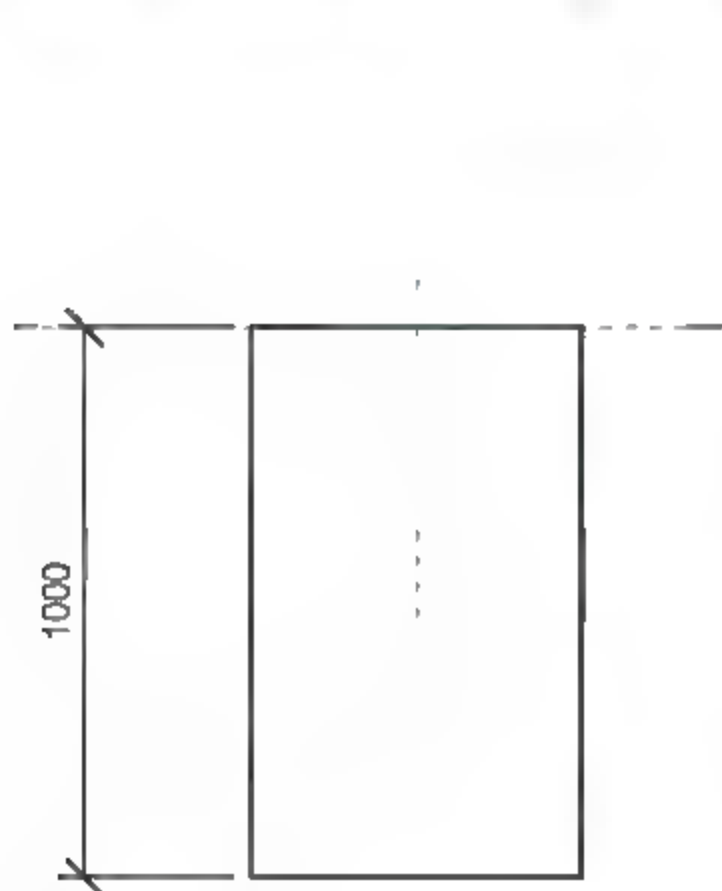
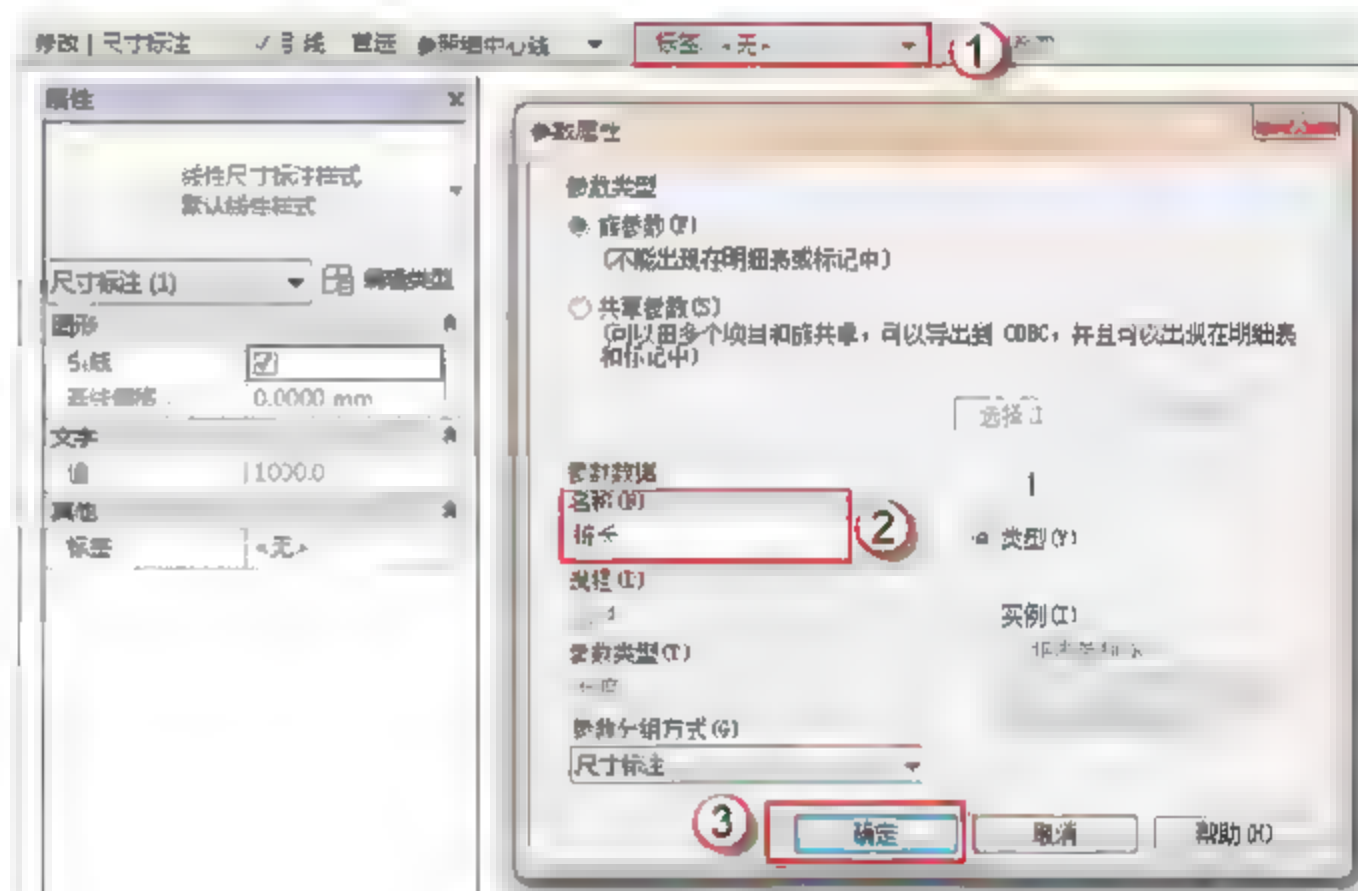

图 2.2.3 标注桩长尺寸
图 2.2.4 添加参数
(3) 编辑活族桩。按快捷键 D+I (选择“注释”→“对齐”命令)，标注桩长，如图 2.2.3 所示。单击尺寸标注，选择“标签”下的“添加参数”，在弹出的“参数属性”对话框中，在“名称”栏中输入“桩长”，单击“确定”按钮，如图 2.2.4 所示。